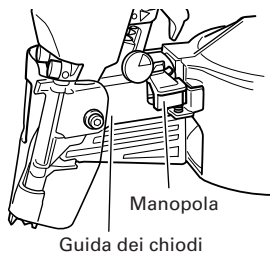

Fig. 17
- (1) Pulire di tanto in tanto la parte scorrevole della manopola e quindi applicare l'olio raccomandato. (Vedere Fig. 17.)